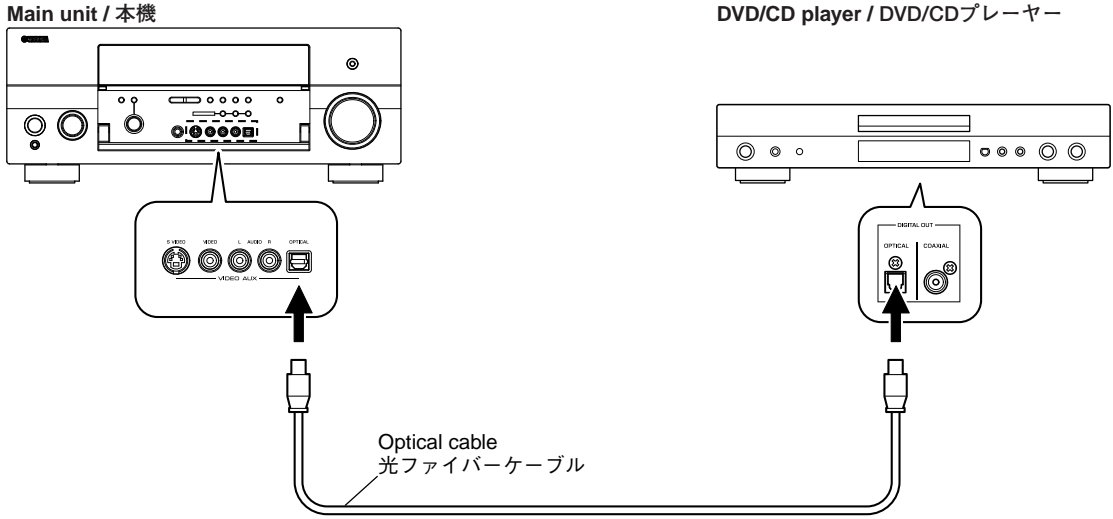

Fig. 16
- 1. Connect the main unit and DVD/CD player as shown below. (Fig. 16)
- 1. 本機とDVD/CDプレーヤーを下記のように接続します。(Fig. 16)